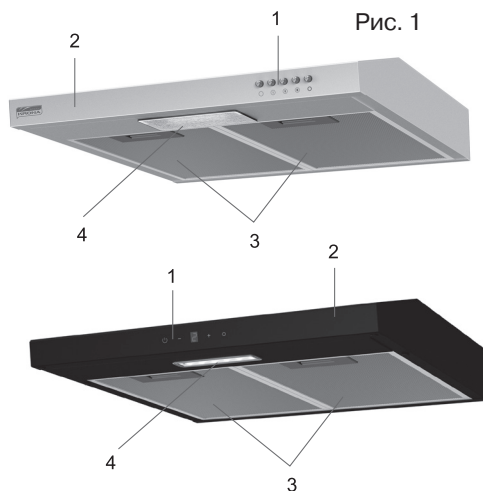

Рис. 1
Наружная часть вытяжки состоит из следующих составных частей (см. Рис. 1):
- А) Кнопочная панель – вытяжка **JESSICA slim push button** (см. Рис. 1а);
- Б) Электронная панель – вытяжка **JESSICA slim sensor** (см. Рис.1б).
С этой целью следует разместить корпус вытяжки (рис. 1, позиция 2) таким образом, чтобы тыльная сторона корпуса, которая должна прижиматься к стене, оказалась на столе или на полу, а переключатель режимов работы вытяжки, находящийся на лицевой панели, был бы обращен в сторону проверяющего. Далее вытяжка подключается к электросети и производится ее проверка. Если вытяжка на всех режимах работает исправно, следует приступить к монтажу вытяжки. Если нет, следует обратиться в организацию, в которой Вы приобрели вытяжку или в гарантийную мастерскую. Защитную пленку с вытяжек из нержавеющей стали рекомендуется снимать только после окончания монтажа вытяжки.